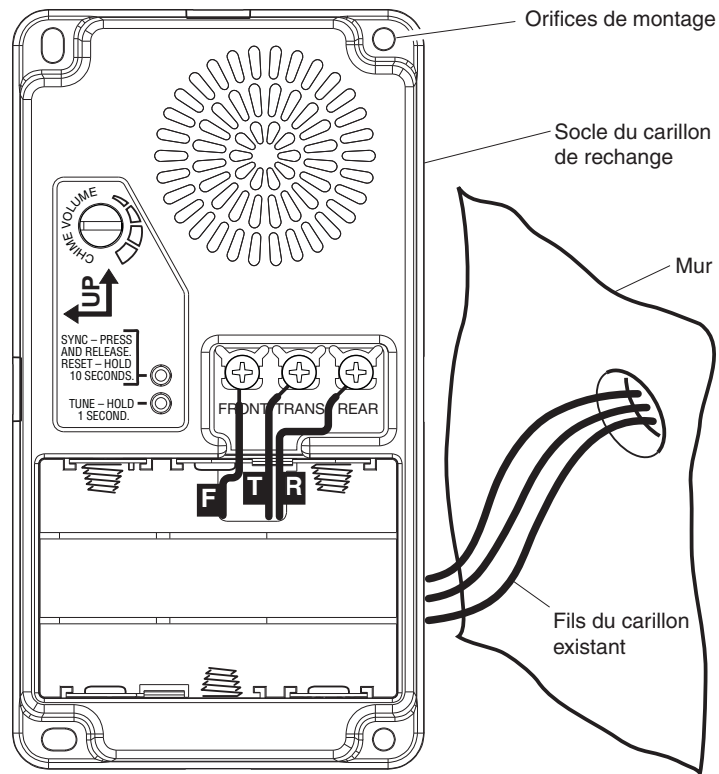

Figure 2
7. Faites passer les fils par les orifices prévus à cet effet dans le socle du nouveau carillon (voir la Figure 2). **Remarque:** NE METTEZ PAS de piles si le carillon est branché aux fils du transformateur.
9. Branchez le fil « F » à la borne « FRONT ». Branchez ensuite le fil « T » à la borne « TRANS ». Branchez enfin le fil « R » à la borne « REAR »* (voir la Figure 2).